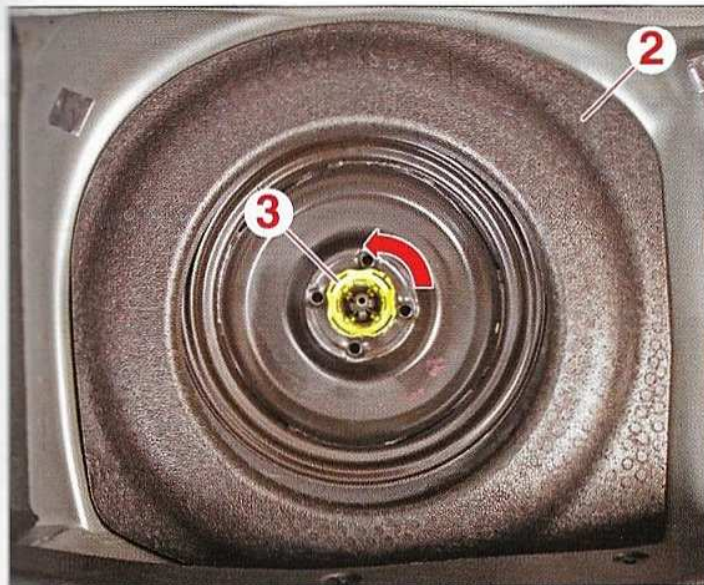

FIG.2
- la plaque en polystyrène (2) (Fig.2).
- la molette (3),